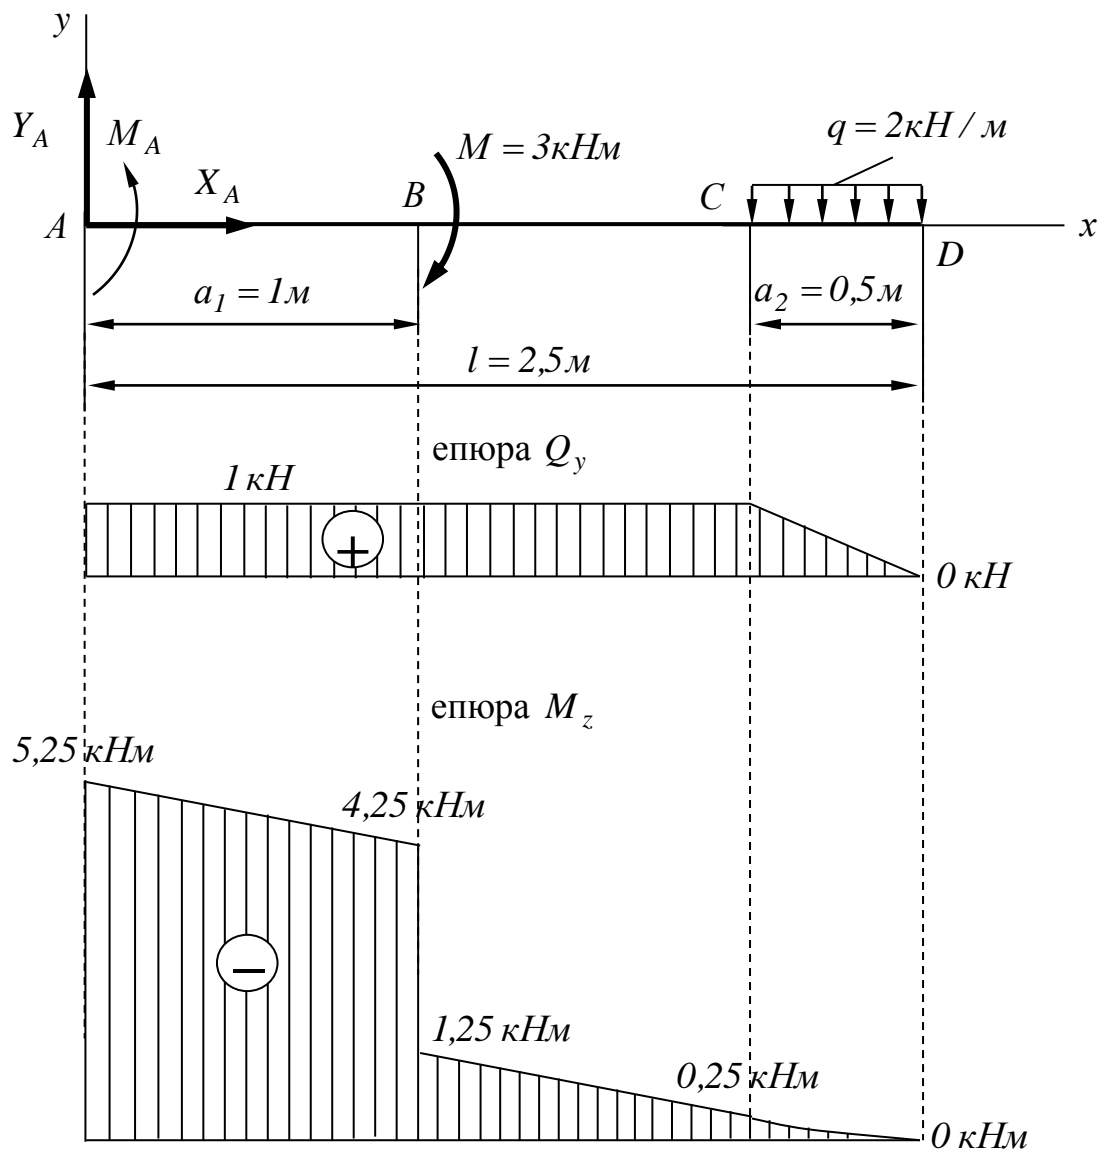

Рисунок 6
**Етап 3.** За виконаними розрахунками для кожної ділянки у прийнятому масштабі будуються епюри згинальних моментів  $M_z$  і поперечних сил  $Q_y$  (рисунок 6).